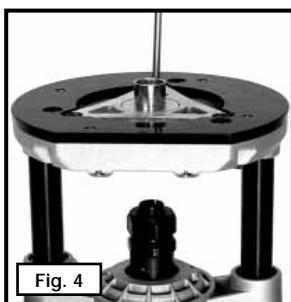

Fig. 4
4. Ponga la fre-sadora en posisión invertida y sitúela sobre la tapa del motor (Fig. 4).
5. Introduzca el accesorio de inserción para guía de plantilla en el centro de la sub-base (Fig. 4) .